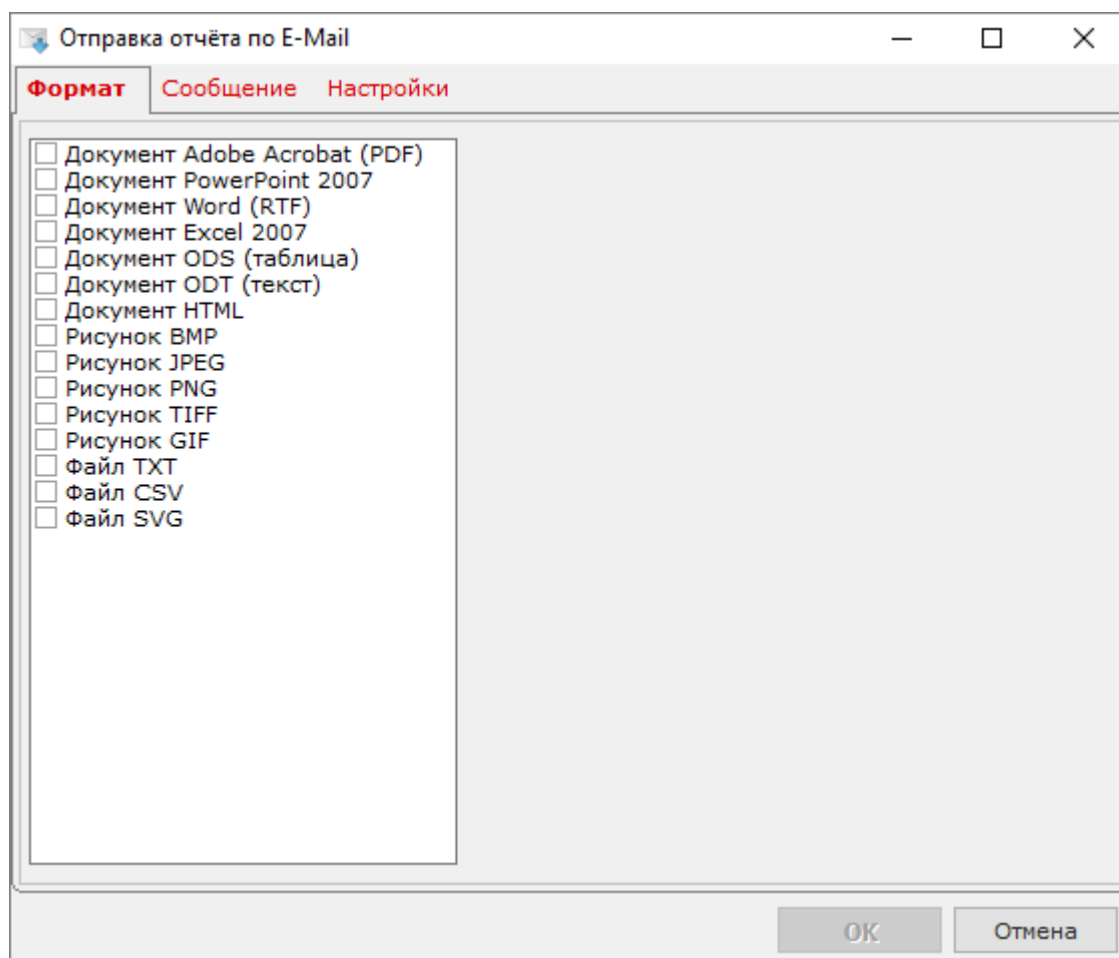

Рисунок 10-250 Вкладка "Формат" окна "Отправка отчета по E-Mail"
- на **вкладке «Формат»** (см. Рисунок 10-250) определите необходимый формат (или несколько форматов) отчета и настройки, соответствующие этому формату (настройки аналогичны описанным в п. 10.9.9.1);